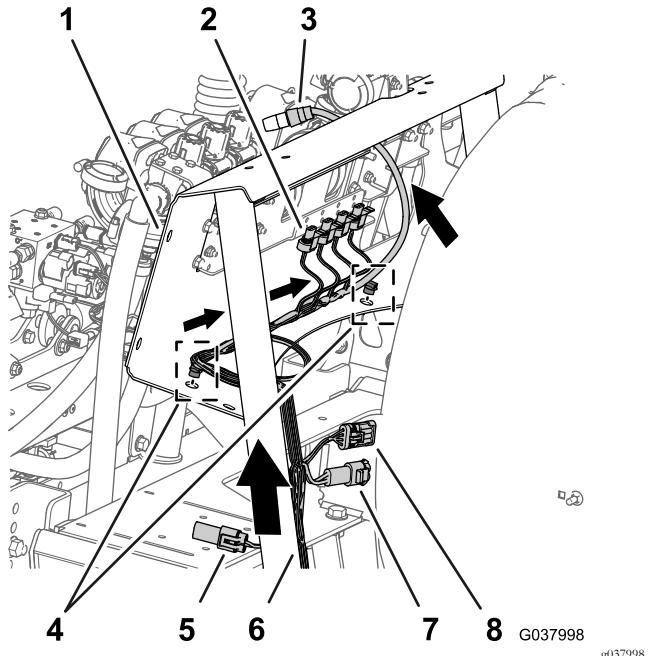

Figura 112
1. Passe a secção com 76 cm da cablagem por dentro do suporte para a montagem da válvula e para trás na direção das válvulas de secção de rampa e de agitação, como se mostra na Figura 112.
2. Insira os três fixadores de pressão da secção com 76 cm da cablagem nos orifícios na flange inferior da montagem do coletor (Figura 112).